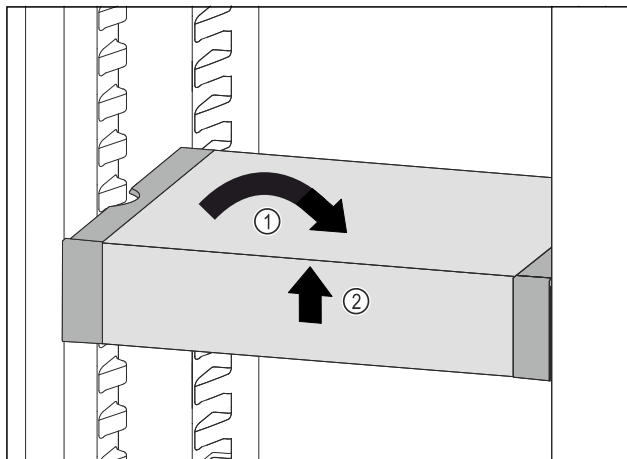

Fig. 100
- ▶ Predal VarioSafe postavite ravno. Fig. 100 (1)
- ▶ Predal VarioSafe dvignite spredaj. Fig. 100 (2)